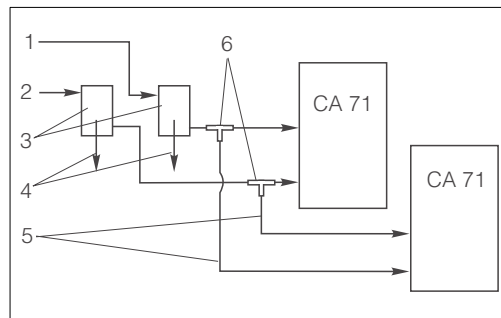

Fig. 12 : Exemple de montage
- Les analyseurs doivent être installés le plus près possible l'un de l'autre : la conduite d'échantillonnage entre la pièce en T et le deuxième analyseur (fig. 12, pos. 3) est inférieure à 1,5 m